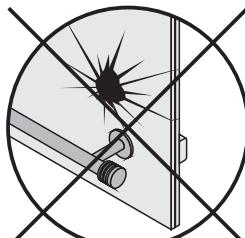

Рис. 6
3.8. Запрещается пользоваться дизайнер-радиатором, если нагревательная панель имеет механические повреждения (рис. 6).